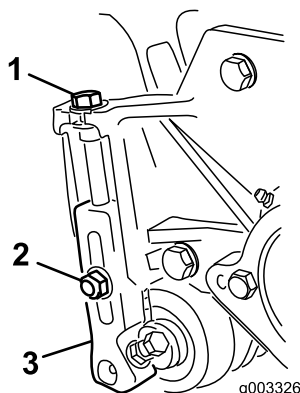

図 23
1. 刈り高アームをカッティングユニットのサイドプレートに固定しているロックナットをゆるめる 図 23。